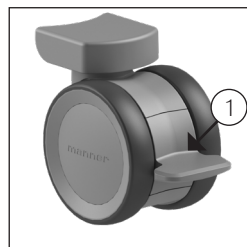

Figura 1. Activar el bloqueo de las ruedas.
- El Lotus / Lotus Compact / Lotus XL se puede bloquear presionando hacia abajo la palanca de freno (1) de la rueda (*Ver figura 1*).